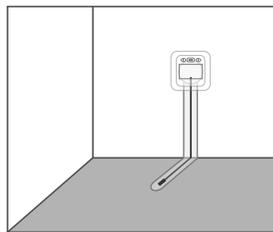

Рис. 7
3. Установите гофрированную трубку с датчиком температуры (рис.7).